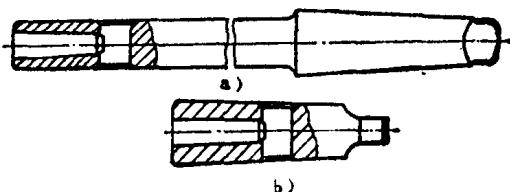

图1-28 变径套
1) 变径套 它是镗杆主轴锥孔安装锥柄工具和锥柄刀具时的常用工具。有短变径套和长变径套两种，见图1-28。